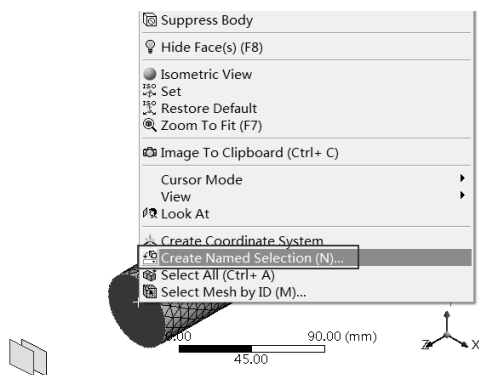

图 17-14 快捷菜单
Step5: 单击  (面选择器) 按钮, 然后选择热水入口, 右击后在弹出的如图 17-14 所示的快捷菜单中选择 Create Named Selection 命令。